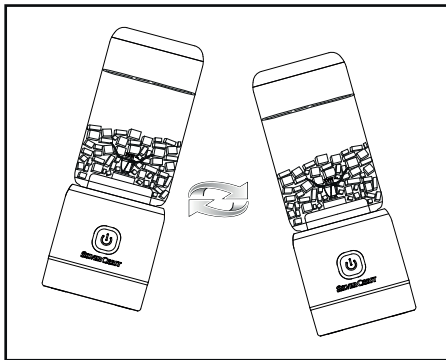

Fig. 1
2) Vend motordelen ⑨ om, så krydskniven ⑤ vender nedad. Sæt motordelen ⑨ på blenderbægeret ④, og skru det fast i urets retning.
- 4) For at ingredienserne bedre kan fordeles, kan du bevæge produktet, mens det blander fødevarerne. Hold produktet i hånden, og bevæg det frem og tilbage med svingende bevægelser (se fig. 1). Sørg for, at blenderbægeret **4** ikke løsner sig fra motordelen **9**.